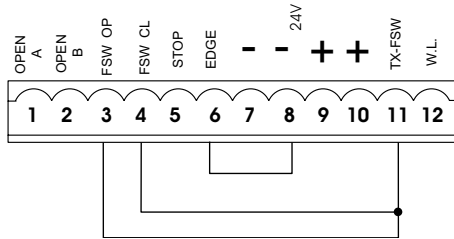

Fig. 5
N.B. Als er geen veiligheidsvoorzieningen worden gebruikt, moeten de klemmen worden overbrugd zoals op fig. 5.